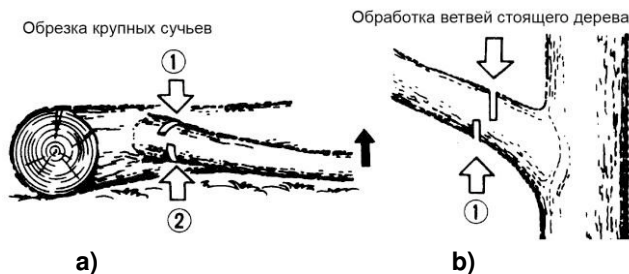

Рис. 8.
- Обрезка крупных сучьев производится (см. рис.8 поз. а) сначала со стороны изгиба, затем с противоположной стороны. Следует быть осторожным при спиливании сучьев и ветвей, которые могут отскакивать.
- Для обработки ветвей стоящего дерева (см. рис.8 поз. б) сначала производится пропил снизу, а затем сверху (поз. 1 и 2).